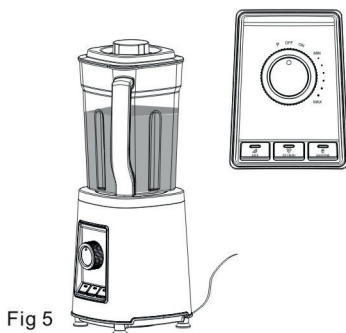

Fig 5
- Drej funktionsvælgeren (14) til ON, og vælg ønsket program eller valgfri trinløs indstilling. Blandingen starter. Fig. 5.